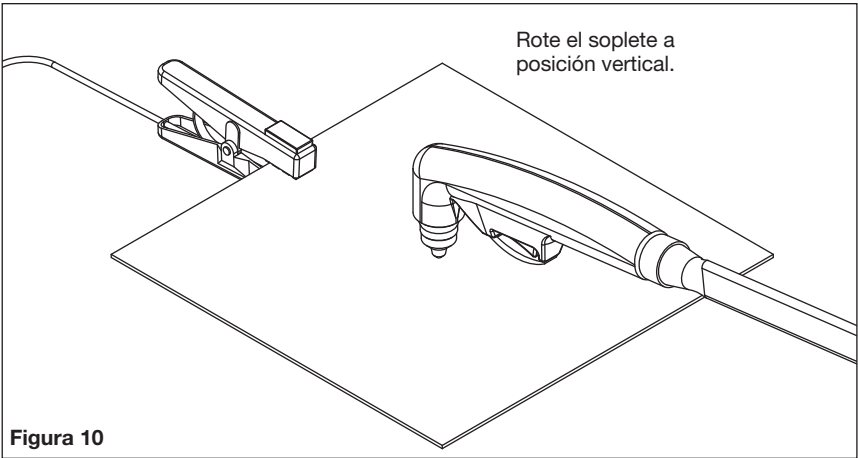

Figura 10
- 3. Mientras sostiene el gatillo, gire el soplete a una posición normal de corte de 90°. Vea la figura 10.